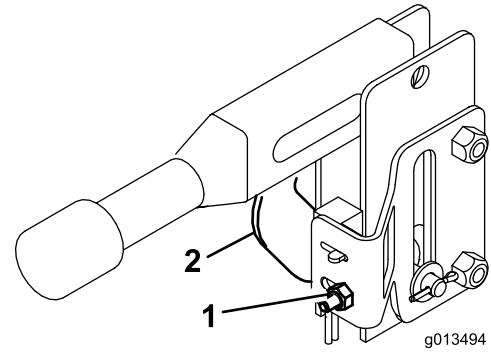

Figura 25
5. Afloje las 2 tuercas que sujetan el interruptor de seguridad del freno al soporte del sensor del freno (Figura 25).
6. Ajuste el interruptor del freno hasta que la distancia entre el interruptor y el acoplamiento de la palanca del freno de estacionamiento sea de 1,53 mm. $\pm 0,030$. (Figura 25). Apriete las tuercas de montaje del interruptor.